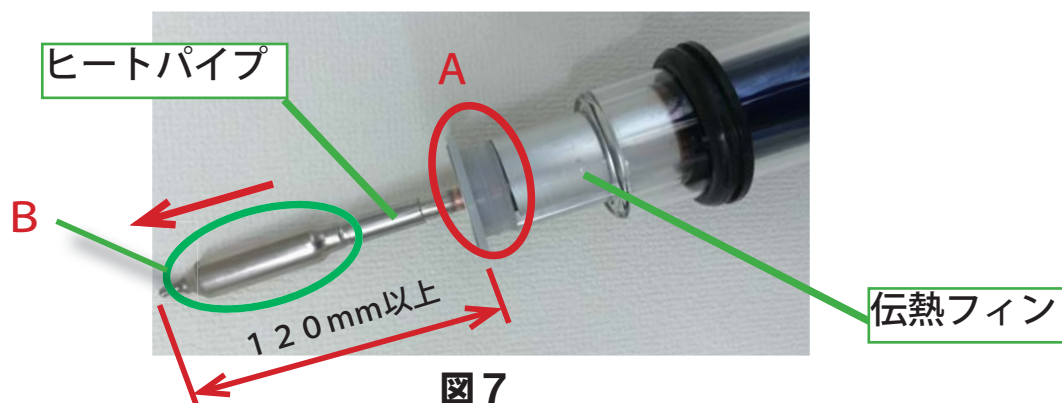

図 7
- F. ヒートパイプの熱伝導グリスを塗布した部分 (8 ページ図 7 の B 部) が完全にスリーブ内に挿入されていることを確認のうえ、ガラス管を押し込んでください。